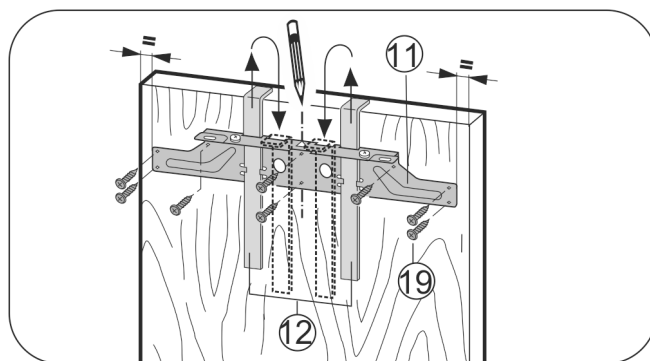

Fig. 26
- ▶ Upevňovací příčník Fig. 26 (11) zavěste pomocí montážních pomůcek Fig. 26 (12) na vnitřní stranu nábytkových dvířek.
- ▶ Upevňovací příčník Fig. 26 (11) vyrovnejte na střed dveří.
- ▶ Upevňovací příčník Fig. 26 (11) přišroubujte minimálně 6 šrouby Fig. 26 (19).
- ▶ Upevňovací příčník Fig. 26 (11) přišroubujte na okraji 4 šrouby Fig. 26 (19).
- ▶ Montážní pomůcky Fig. 26 (12) vytáhněte směrem nahoru a zasuňte je obráceně do sousedních upínacích otvorů.